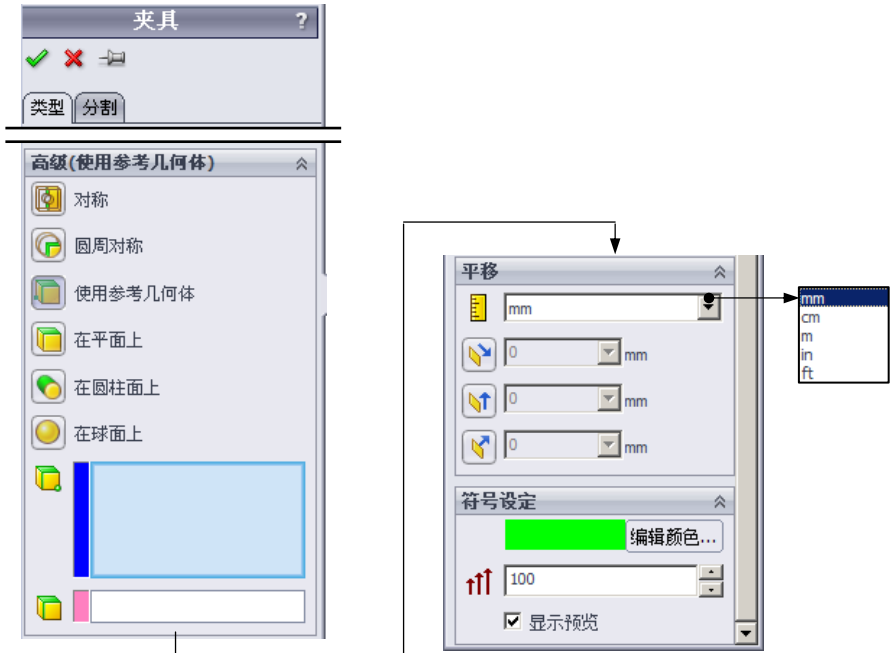

图 12.3.7 “夹具”对话框（二）
- **高级 (使用参考几何体)** 区域 (图 12.3.7) 各选项说明如下。
- **平移** 区域 (图 12.3.7): 主要用于设置远程载荷。